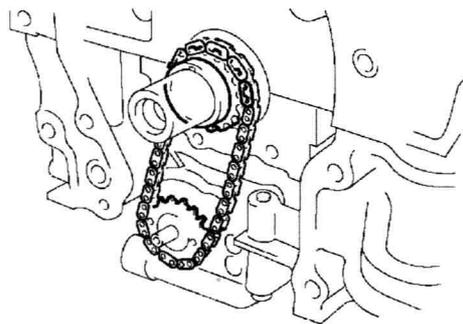

图 1-22 拆卸链条张紧器及机油泵从动链轮和链条
(4) 拆卸链条张紧器及机油泵从动链轮和链条，如图 1-22 所示。